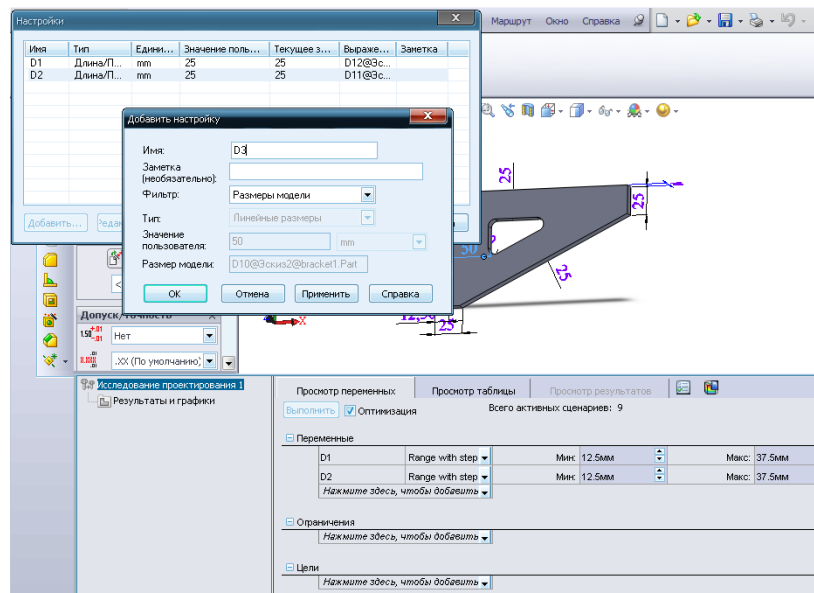

Рисунок 1.12 – Определение параметров
1. На вкладке **Просмотр Переменных** вкладки исследования **MinMass** в разделе **Переменные** выберите **Добавить параметр** (рис. 1.12).